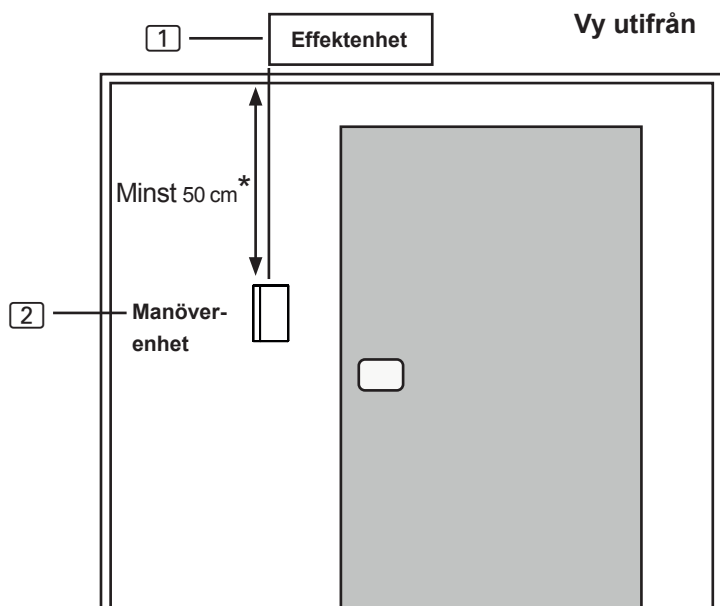

Bild 4 Position manöverenhet
Manöverenheten **2** monteras på bastuväggen, vid ett avstånd på max. 10 meter till effektenheten **1** (se **Bild 4**).
* Vid montering inuti bastun måste det vara ett avstånd på minst 50 cm till bastuns tak (se **Bild 4**).